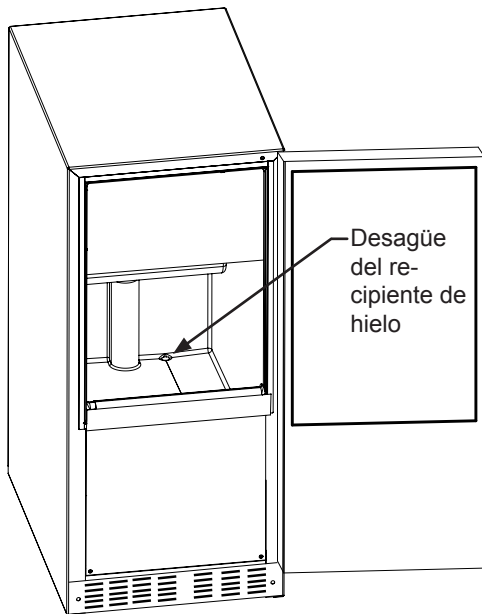
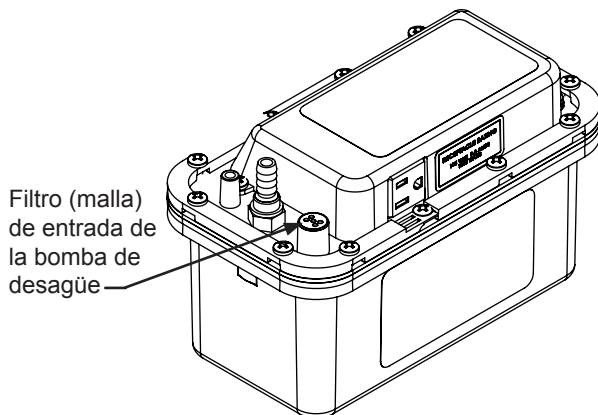

Figura 14
Figura 15
- Revise que el desagüe del recipiente de hielo dentro del gabinete está abierto y sin material extraño que pudiera obstruir el flujo de agua hacia la bomba de desagüe, vea la Figura 14.
- Revise que el tubo de entrada, desde de la válvula de desagüe de la máquina fabricadora de hielo hasta la bomba de desagüe, está abierto y sin material extraño. Inspeccione el filtro (malla) en la parte superior del tubo de entrada, para garantizar que nada está obstruyendo el flujo de agua hacia la bomba, vea la Figura 15.
- Revise el desagüe del recipiente de hielo (vea la Figura 14) y el filtro (malla) de entrada de la bomba de desagüe (vea la Figura 15) en busca de suciedad y limpie según se requiera.